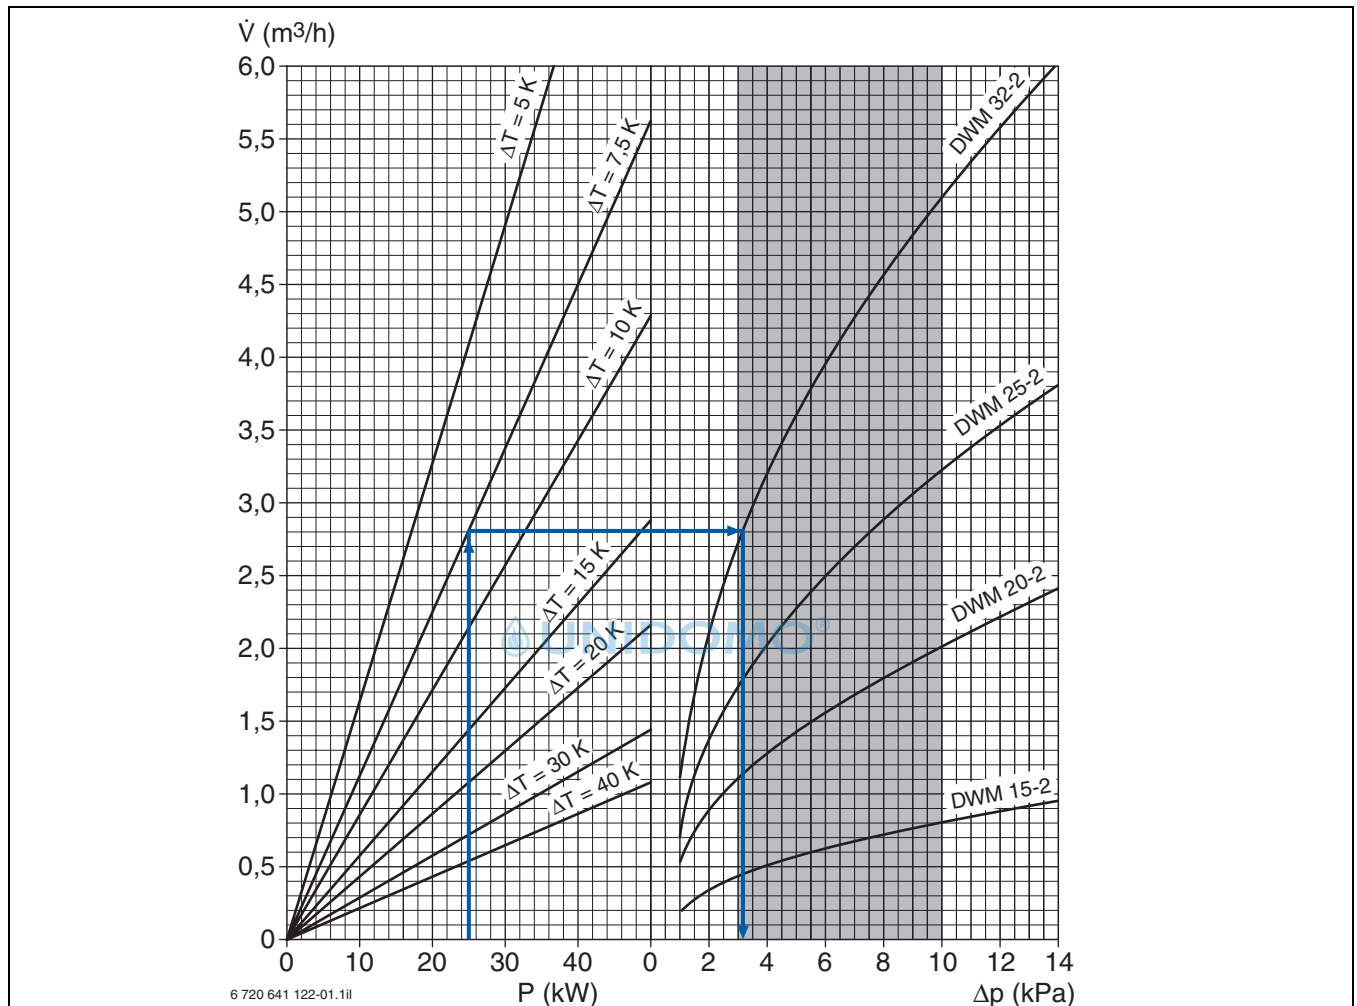

Bild 59 Auslegungsdiagramm für 3-Wege-Mischer
Um eine gute Reglercharakteristik zu erreichen, sollte der Druckverlust im Mischer etwa gleich dem Druckverlust des so genannten „mengenvariablen“ Teils des Rohrnetzes sein, also ebenfalls ca. 3,0 ... 10,0 kPa. Dieser Zusammenhang liegt dem Dimensionierungsdiagramm (Bild 59) zugrunde.
- In der linken Hälfte von Bild 59 den Schnittpunkt von der Leistungslinie und der Temperaturdifferenzlinie suchen.
- In der linken Hälfte von Bild 59 den Schnittpunkt der Leistungslinie und der Temperaturdifferenzlinie suchen. Dieser liegt bei einem Heizwasservolumenstrom von ca. $2,8 \text{ m}^3/\text{h}$.